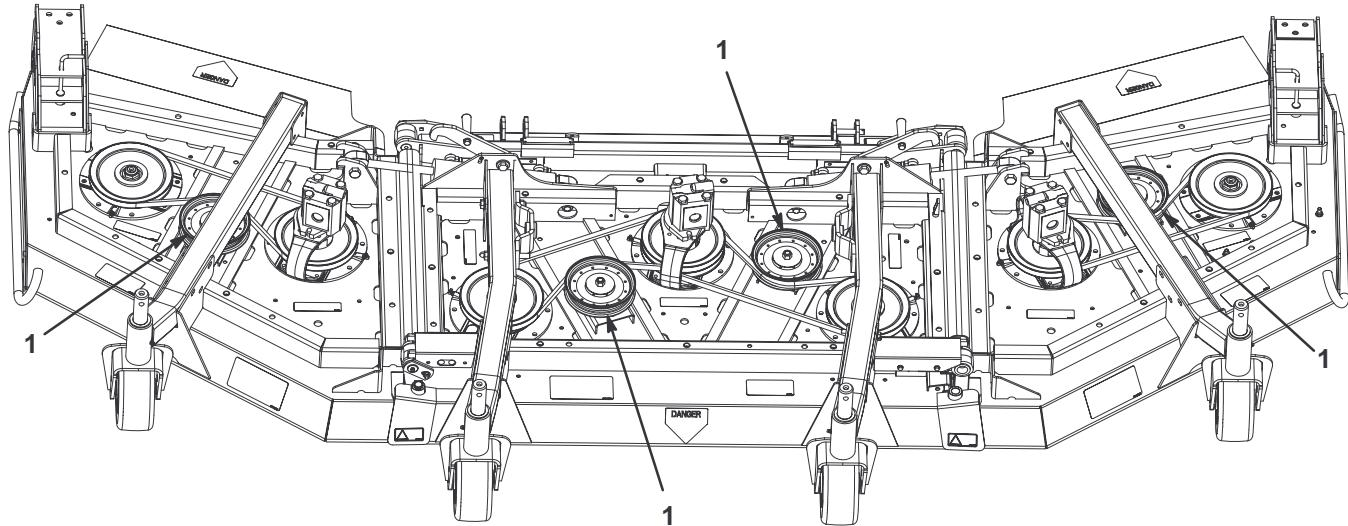

Bild 77
Der Riemen ist einwandfrei gespannt, wenn er sich mit einer Kraft von 200 N (benutzter Riemen) oder 400 N (neuer Riemen) auf die Riemscheibe aufziehen lässt (Bild 77).
2. Lockern Sie die Mutter, mit der die Spannscheibe am Mähwerk befestigt ist (Bild 77). Ziehen Sie die Riemenscheibe vom Riemen weg, um diesen zu entspannen.